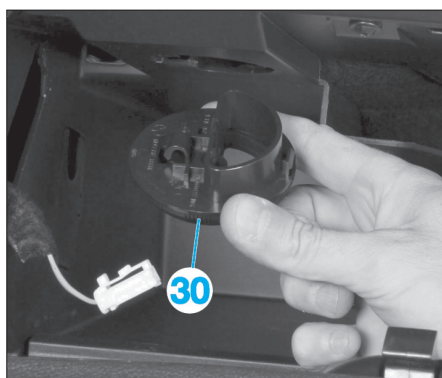

Fig. 16
- Dégrafer et déposer l'aérateur (30) (Fig.16).